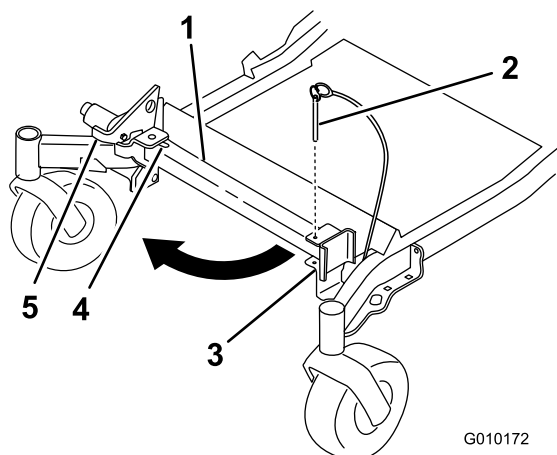
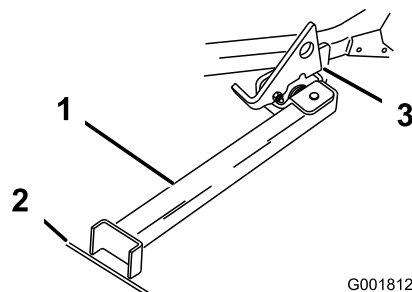

Figure 31
Figure 32
2. Retirez la goupille du support (Figure 31).
3. Soulevez le verrou. Dépliez le pied du support et poussez le support vers la machine dans la base de la fente (Figure 31 et Figure 32).
4. Posez le pied du support sur le sol et appuyez le verrou sur la languette de pivot (Figure 32).
6. Montez la machine sur le support. Arrêtez-vous quand le verrou retombe sur la languette en position verrouillée (Figure 32). Une fois la machine en place sur le support, serrez le frein de stationnement et coupez le moteur.
5. Ramenez le support à sa position de repos (Figure 31).